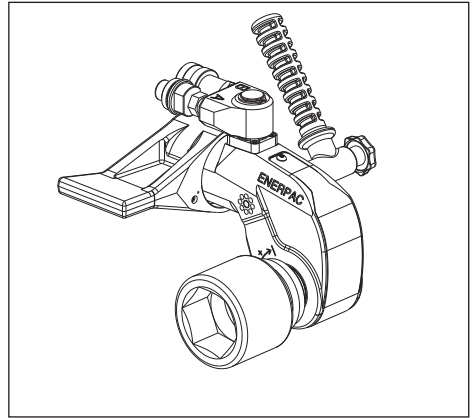

Abb. 16
4.3.4 Mutter oder Schraube lösen (Abb. 16 und 17)
- Positionieren Sie den Fuß des Abstützarms (6) gegen ein geeignetes Widerlager (18). Das Widerlager wirkt der durch das Werkzeug verursachten Kraft entgegen.